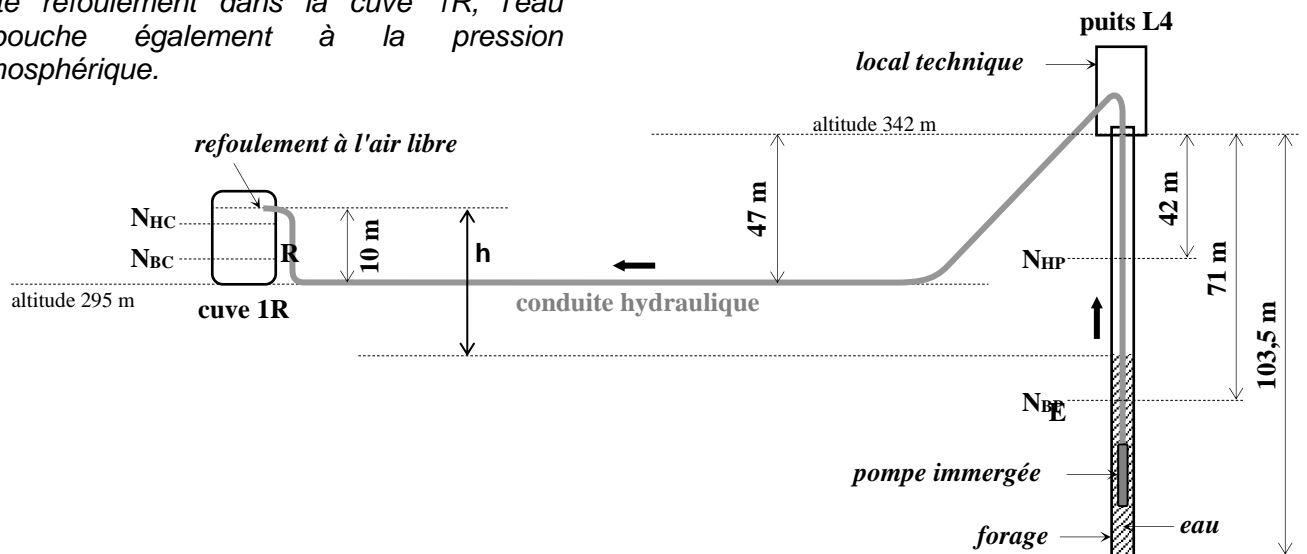

figure 2 : profil de l'installation hydraulique
La **figure 2** présente le profil de la conduite hydraulique reliant la pompe immergée du puits L4 à la cuve 1R de la cuverie, destinée à recevoir l'eau de ce puits.
A.1.1. Déterminer les valeurs h_{\min} et h_{\max} du dénivelé h entre le point de refoulement dans la cuve 1R et la surface de l'eau dans le puits (voir figure 2) :